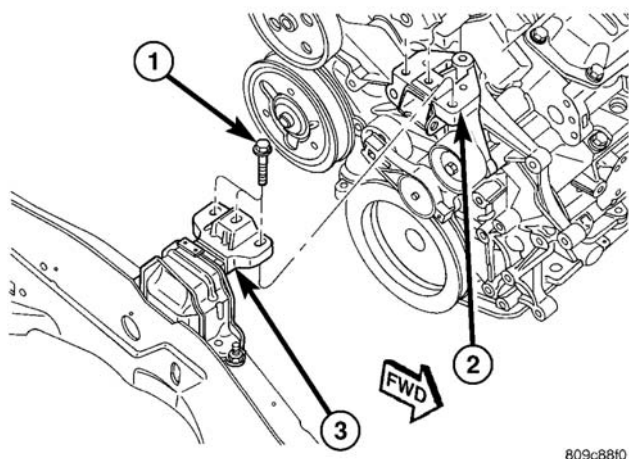
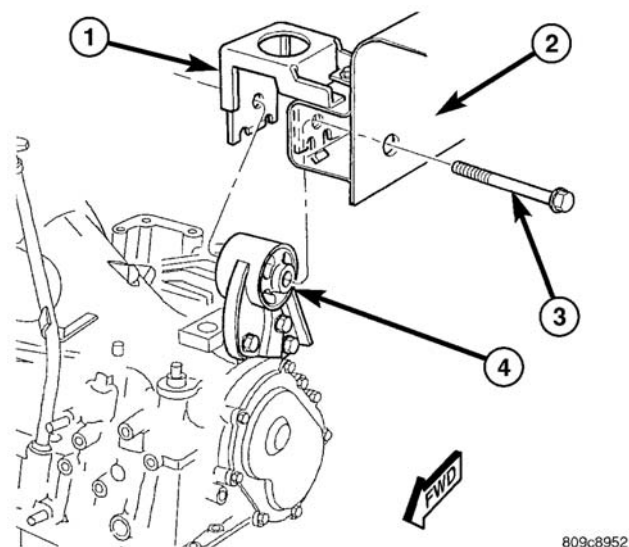

图 13 至发动机的右支座
图 14 左支座至车架支架
（58）卸下发动机右侧支座至发动机安装螺栓（图 13）。
（59）卸下左支座贯穿螺栓（图 14）。
(1) 将发动机和变速箱组件置定在车辆底下。慢慢地将车辆下落到发动机和变速箱上。为了车身凸缘间隙,可能需要将支撑及发动机/变速箱组件一起移动。
(2) 校正发动机与变速箱固定座至接合点。安装右发动机(图 13)和左变速箱支座上的装配螺栓(图 14)。
(3) 从发动机周围卸下安全带。